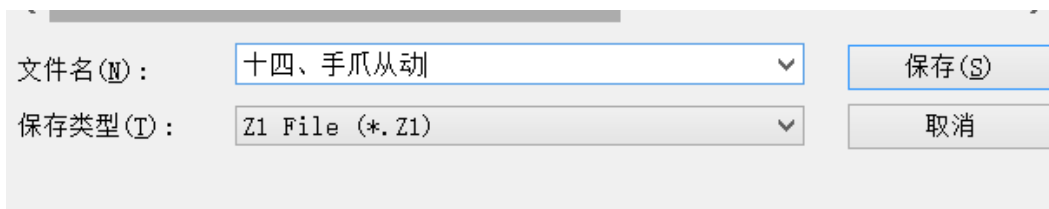

图 9-5
2.完成后，点击保存。即可将 STEP 模型转换为 Z1 模型。如图 9-5 所示。